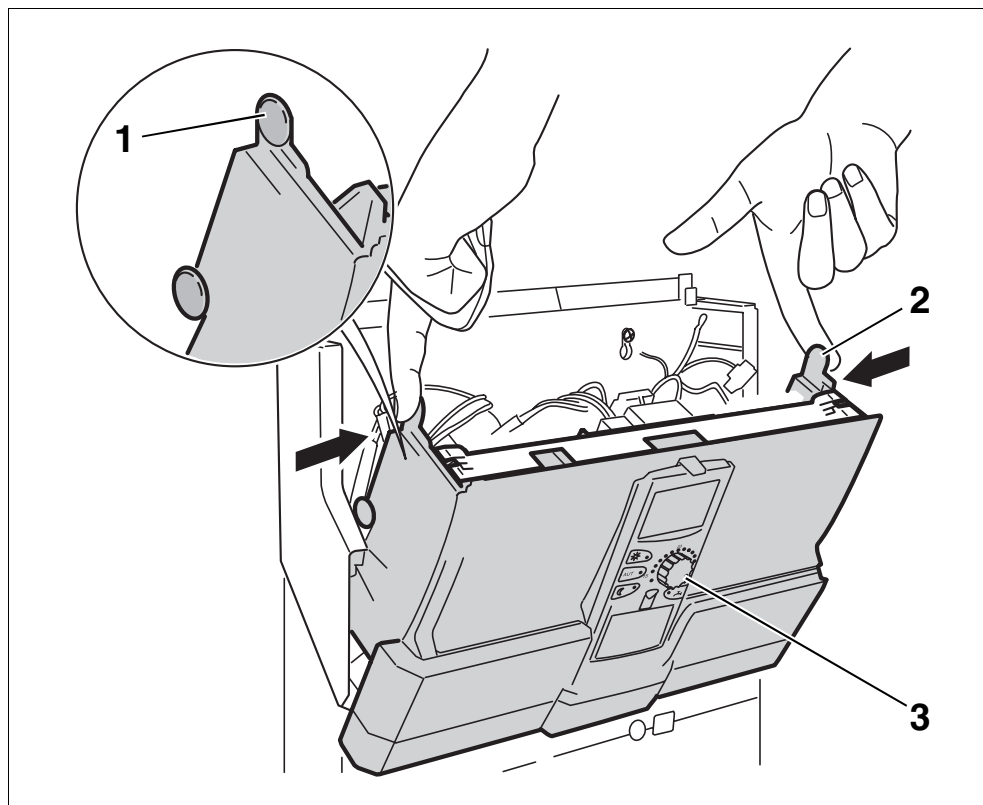

Рис. 3 Открыть переднюю крышку системы управления
- Нажать с двух сторон на верхние выступы (рис. 3, поз. 1 и 2).
- Открыть переднюю часть системы управления вместе с МЕС 2 (рис. 3, поз. 3).